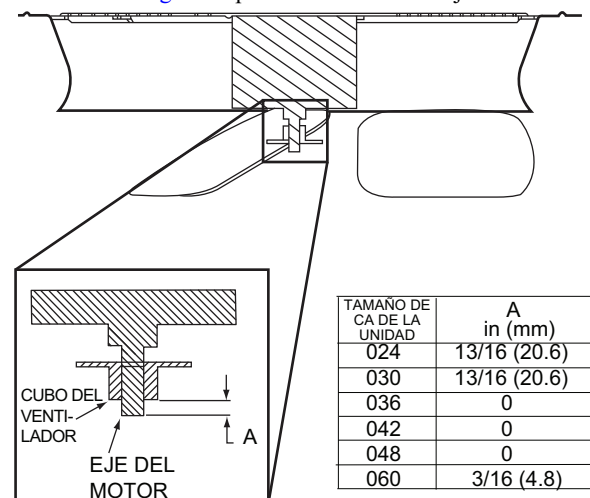

Fig. 17 – Ajuste del ventilador exterior
- Cuando reemplace el aspa del ventilador, colóquela como se muestra en la Fig. 17. Apriete los tornillos de ajuste.